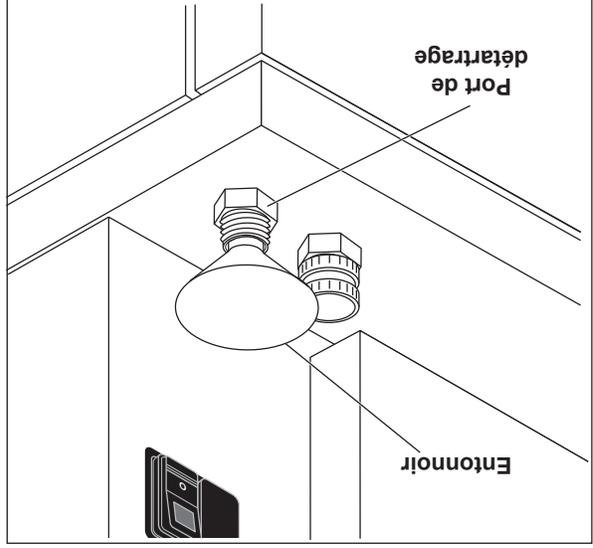

Figure 3
4. Retirez le bouchon du port situé sur le rebord avant sous le compartiment inférieur et insérez un entonnnoir dans le port de détarrage (fig. 3).